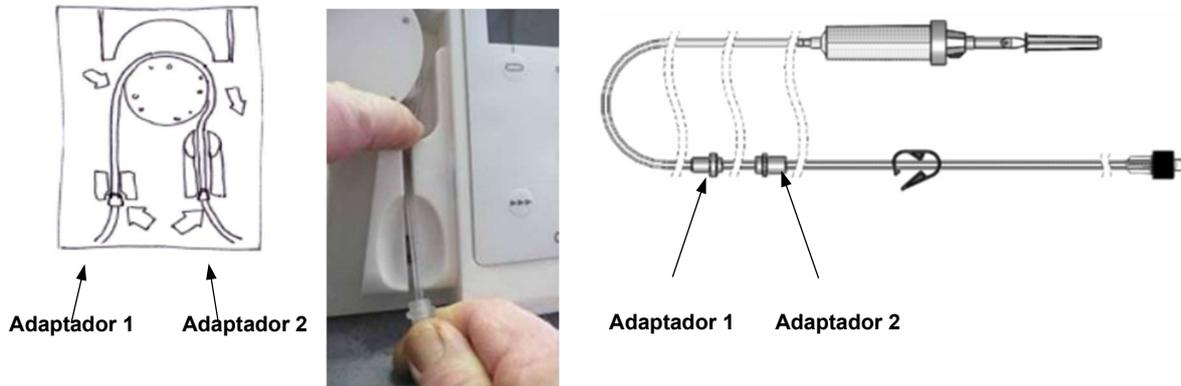

Figura 14
2. Segure o adaptador 2 e passe a mangueira sobre o rotor da **Qiona®**. Pressione a mangueira por detrás do rotor, com o dedo indicador esquerdo, para baixo (consulte a *Figura 14*). Simultaneamente puxe com a mão direita, na qual está segurando o adaptador 2, o equipo pela fenda direita para dentro da inserção do adaptador 2.